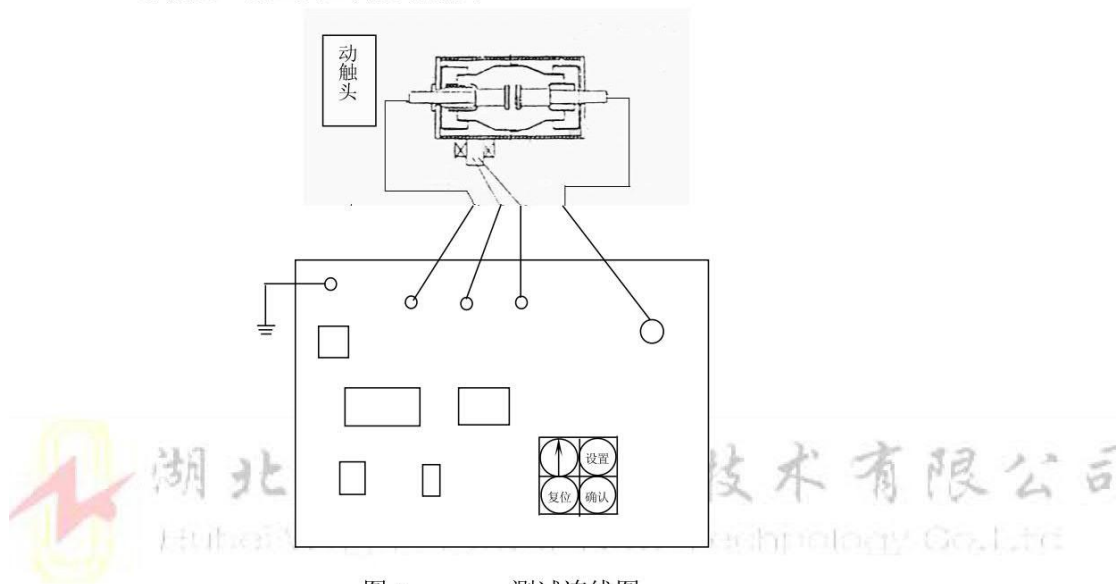

图4 测试连线图
2、将被测的真空管按图4与仪器接线（注：如使用绕线式磁控线圈，将扁